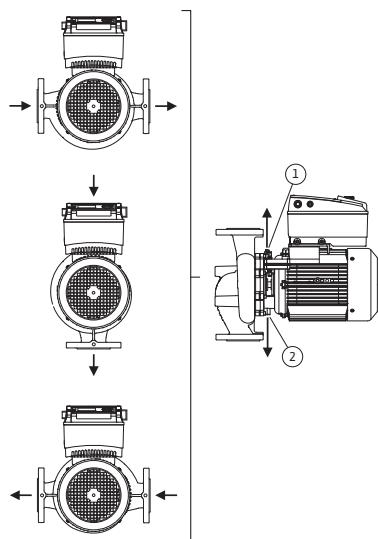

Fig. 18: Posições de instalação autorizadas com o veio do motor na horizontal
As posições de instalação autorizadas com o veio do motor na horizontal e o módulo electrónico virado para cima (0°) estão representadas na fig. 18. Não estão representadas as posições de instalação autorizadas com módulo electrónico montado lateralmente ($+/- 90^\circ$). São autorizadas todas as posições de instalação excepto “Módulo electrónico virado para baixo” (-180°). A ventilação da bomba só pode ser garantida se a válvula de ventilação estiver virada para cima (fig. 18, pos. 1).
Apenas esta posição (0°) permite que o condensado acumulado seja escoado por um orifício existente, lanterna da bomba ou motor (fig. 18, pos. 2).
- No caso do eixo de motor horizontal, o furo para água de condensação deve estar virado para baixo (fig. 18, pos.2). Se necessário, rodar o motor.